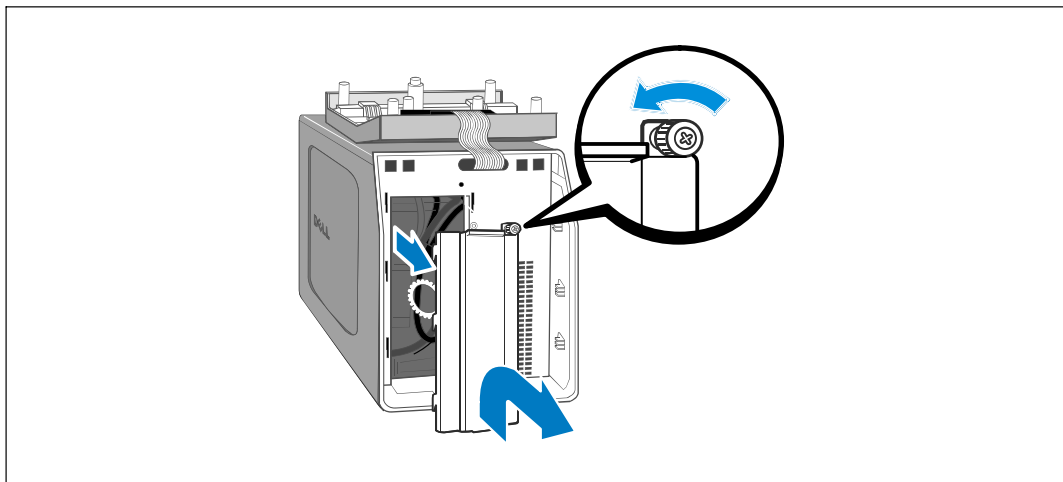

図 25. バッテリーカバーの取り外し方
- 3 金属製のバッテリーカバー上にある蝶ネジを外し、カバーを取り外します（図 25を参照）。